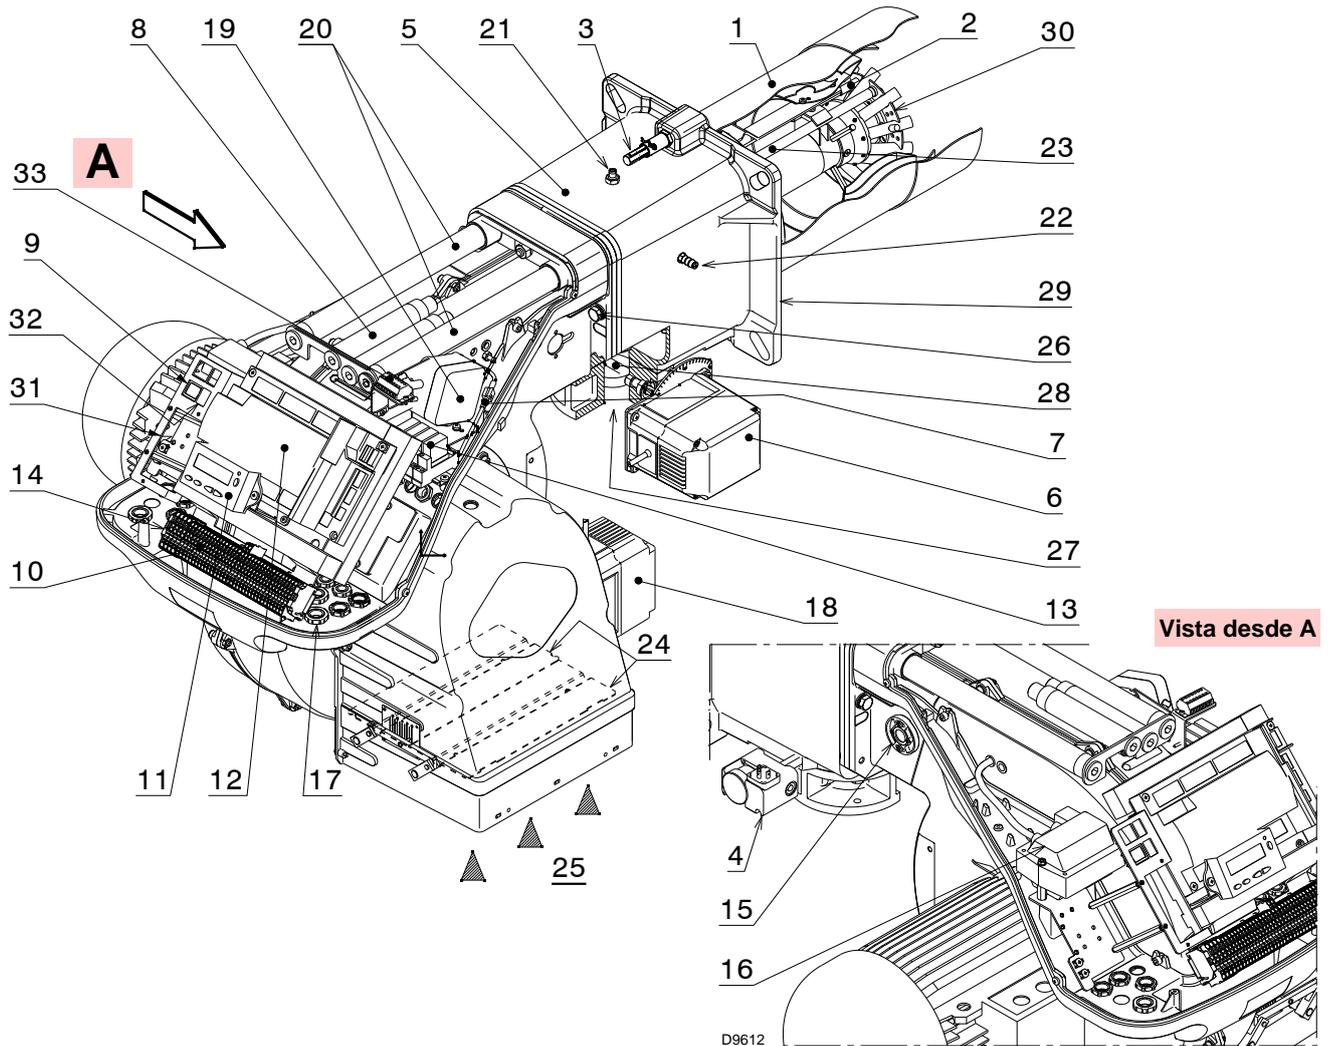

Fig. 5
(1) Condiciones de referencia: Temperatura ambiente 20°C - Temperatura gas 15°C - Presión barométrica 1013 mbar - Altitud 0 m s.n.m.
(2) Presión en la toma 5)(Fig. 5) con presión cero en la cámara de combustión y a la potencia máxima del quemador.
(3) Prueba de emisiones sonoras realizadas de acuerdo con la Normativa EN 15036-1 con precisión de medición $\delta = \pm 1,5$ dB, en el laboratorio de combustión del fabricante con quemador funcionando en caldera de prueba a la máxima potencia.